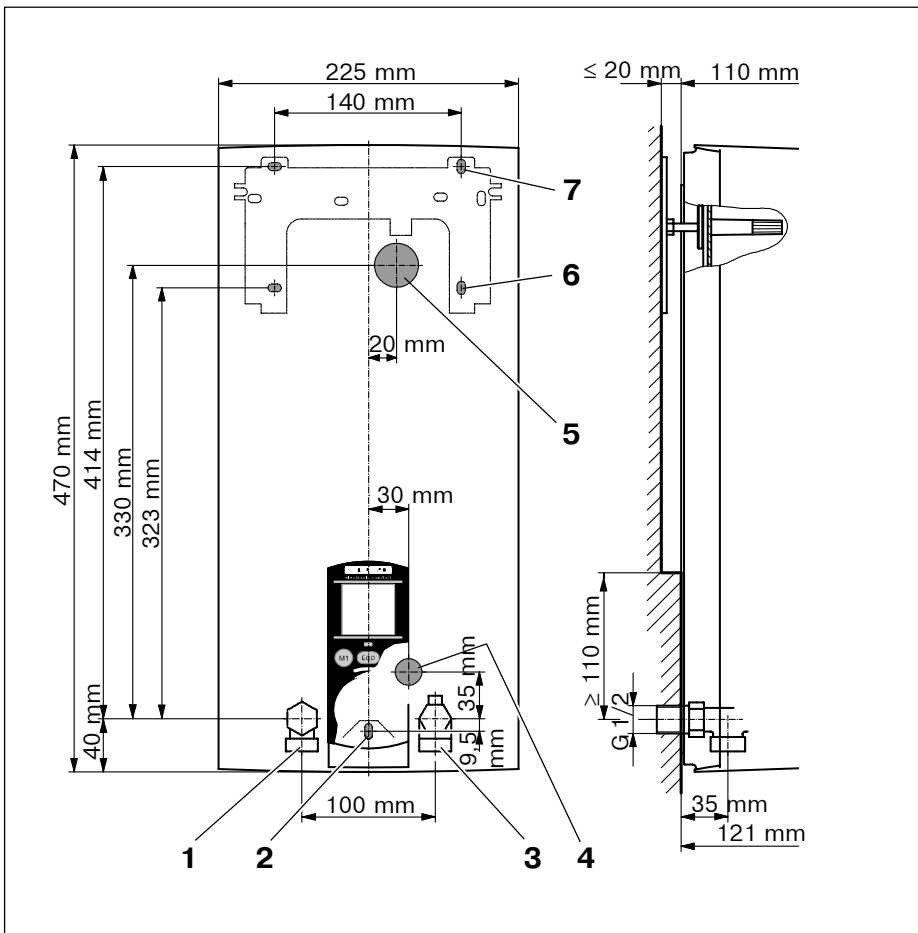
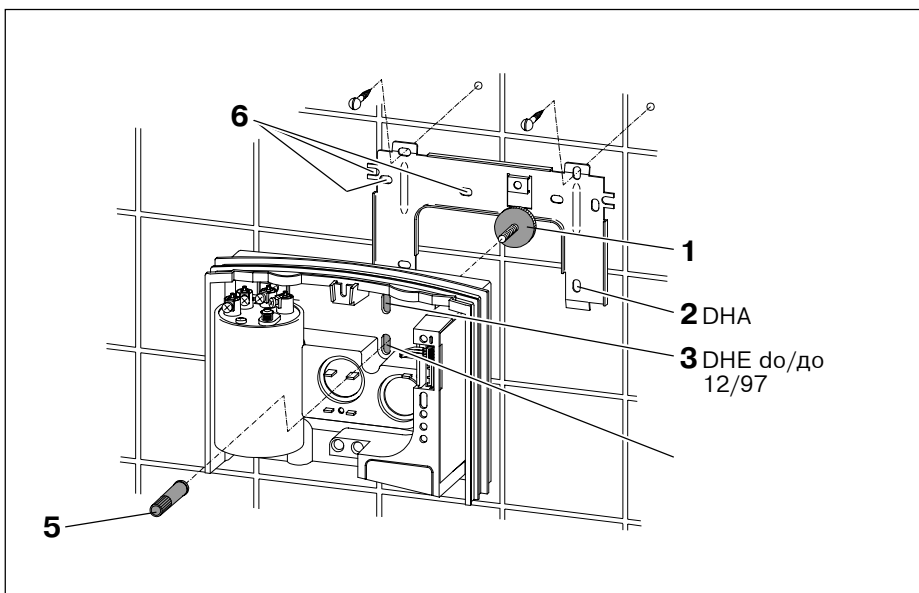

Рис. 10
Рис. 13
- Прибор монтируется вплотную к стене (обратить внимание на размеры, приведенные на рис. 10 и 110 мм). Укрепить прибор снизу (рис. 10, позиция 2).
Пояснения к рис. 10
- Заднюю стенку прибора укрепить на монтажной планке в соответствии с рис. 13.
- Укрепить новую монтажную планку в соответствии с рис. 13.
- Укрепить прибор на монтажной планке с помощью винтовой гильзы (поз. 5) в соответствии с рис. 13. С помощью гайки с накаткой (поз. 1) можно сгладить неровности стены, например, неровности плитки до 20 мм (см. рис. 10).
Пояснения к рис. 13